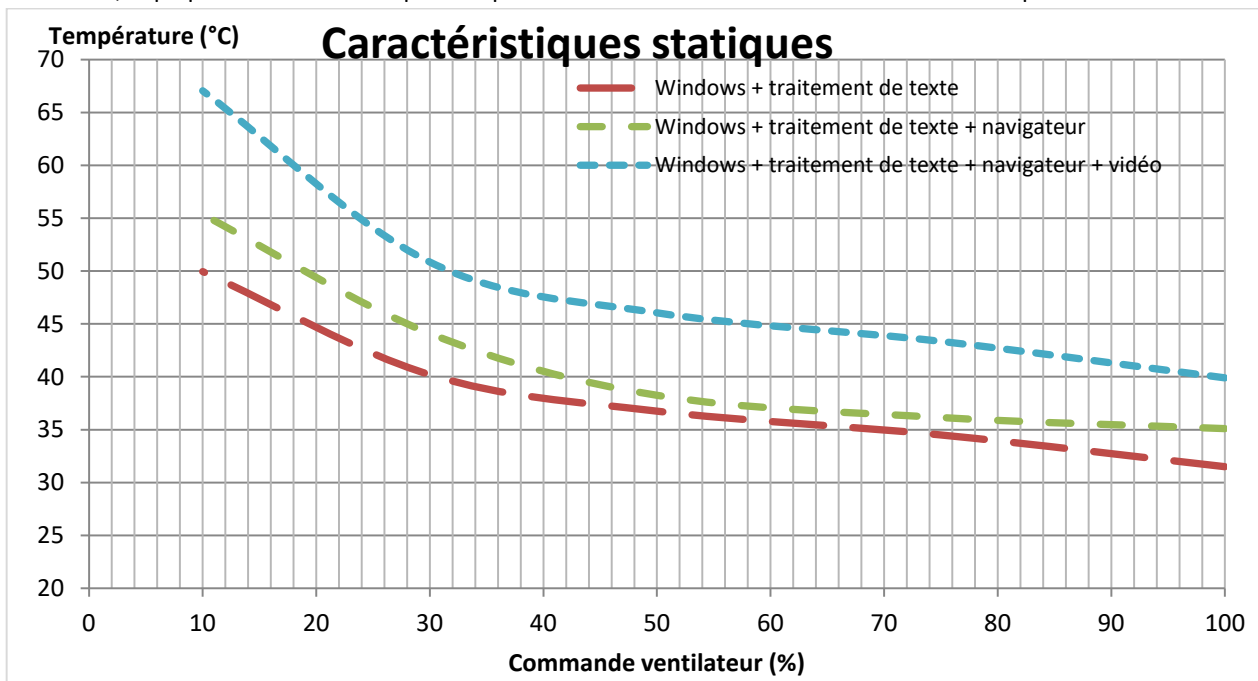

Figure 5
28. On conserve une consigne de 45°C et un coefficient  $K = 10^{\circ}\text{C}^{-1}$ . A partir du réseau de caractéristiques statiques donné Figure 5, déterminer la température du microprocesseur et l'écart statique pour les 3 modes de fonctionnement.
31. En vous appuyant sur les observations expérimentales et sur le réseau de caractéristiques statiques donné Figure 5, expliquer comment se déplace le point de fonctionnement entre deux caractéristiques.